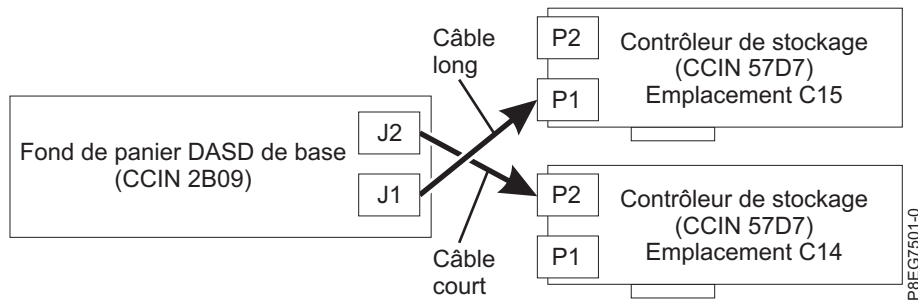

Figure 11. Reconnexion du câble SAS dans une configuration de disque partagé
- Si vous disposez de deux cartes PCIe3 x8 SAS RAID internes (CCIN 57D7, dispositif de disque partagé), le câble SAS court relie le connecteur de fond de panier d'unité de disque supérieur (J2) au connecteur P2 de la carte dans l'emplacement P1-C14. Le câble SAS long relie le connecteur de fond de panier d'unité de disque inférieur (J1) au connecteur P1 sur la carte dans l'emplacement P1-C15. Pour plus d'informations, voir figure 11, à la page 11.